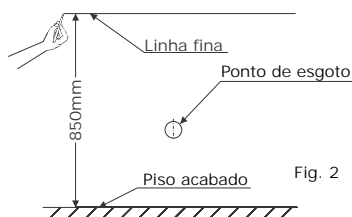

Fig. 2
- 2** Medir 850mm em relação ao piso acabado e com um lápis traçar uma linha fina de marcação paralela ao piso. (Fig. 2)